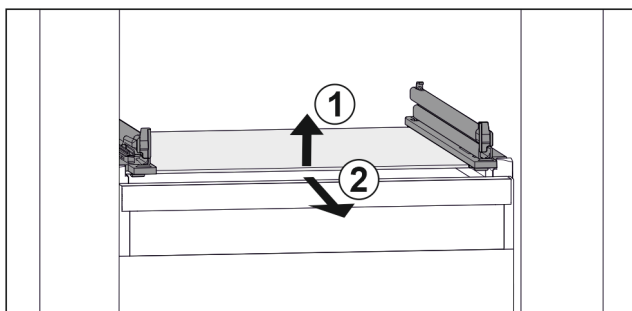

Fig. 106 Příklad znázornění skleněné desky
- Nadzvedněte skleněnou desku vpředu. Fig. 106 (1)
- Vyjměte skleněnou desku dopředu. Fig. 106 (2)